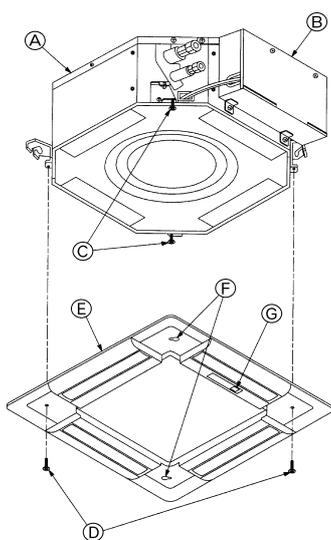

Fig. 8-6
8.3.2. Installazione temporanea della griglia (Fig. 8-6)